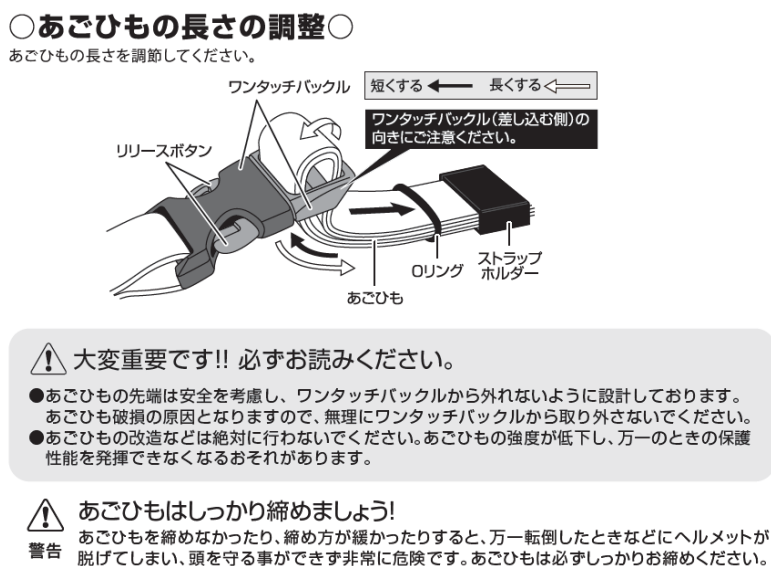

図 5 取扱説明書におけるあご紐調整の説明図と警告表示の例⁶
(1) で記載した通り、ヘルメットのサイズ調整機能を活用して正しく着用するとともに、転倒時などのヘルメット脱落を防止するために、使用者による適切なあご紐の調整が必要である。取扱説明書におけるあご紐の長さ調整の説明の記載を図 5 に示す。主な説明内容は以下の通りである。